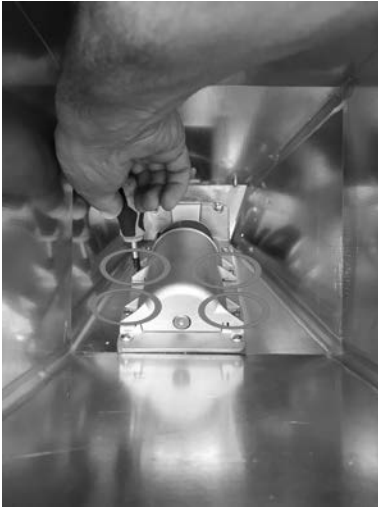

Fig. 54 - Retrait des vis
- Entrer par le réservoir et dévisser les 4 vis de la coque de la vis sans fin (voir **Fig. 54**).